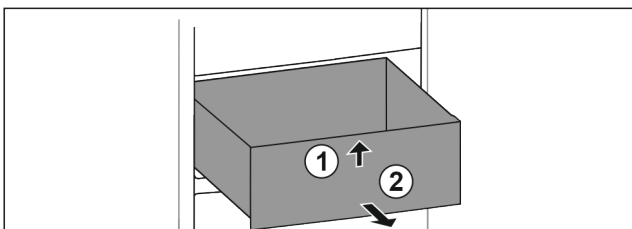

Fig. 99
- ▶ Повдигнете чекмеджето отпред. Fig. 99 (1)
- ▶ Извадете чекмеджето напред. Fig. 99 (2)